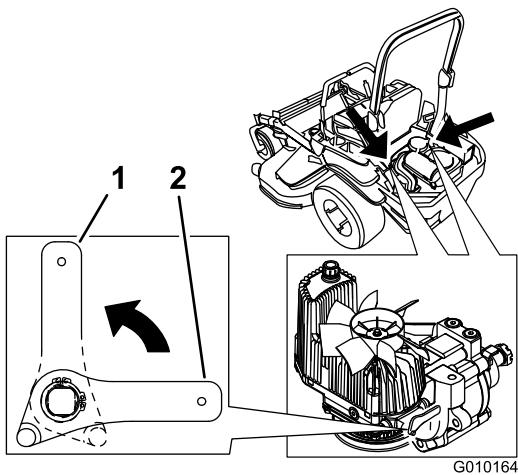

Figura 37
2. Ruotate verticalmente le leve delle valvole di rilascio per spingere le macchine. L'olio idraulico bypassa quindi la pompa, consentendo alle ruote di girare (Figura 37).
4. Ruotate orizzontalmente le leve delle valvole di rilascio per guidare le macchine (Figura 37).